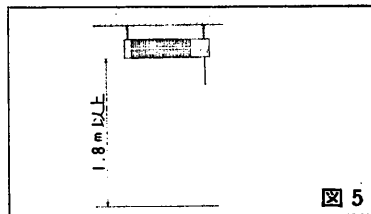

図5
2. 取付け高さが床面より1.8m以上になるようにチェーンを調節して水平に取付けてください。(図5)